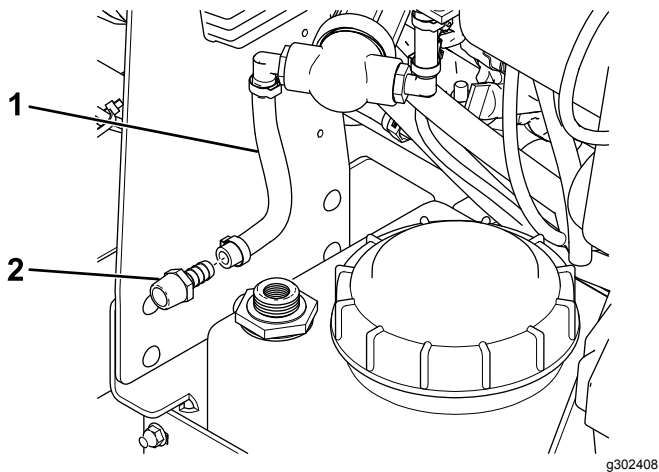

Figura 7
1. Retire la manguera de la bomba del acoplamiento del depósito (Figura 7).
2. Desconecte el acoplamiento de manguera del depósito y deséchelo (Figura 7).